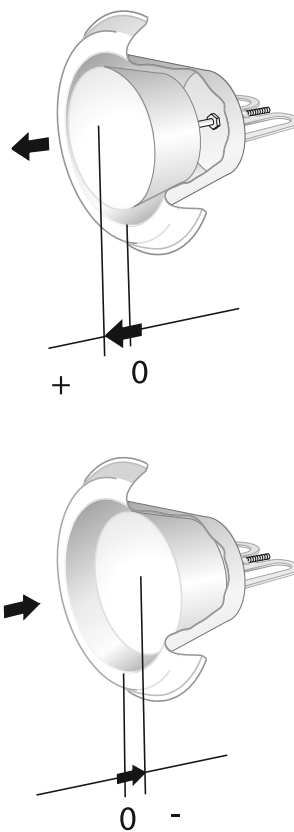

Рис. 2. Наладка
Наладка диффузора производится с помощью замеров давления либо расхода воздуха. См.рис.2,3.
- Уровень шума dB(A) для помещения с эквивалентной площадью шумопоглощения 10 м².
- Поправочный коэффициент $K_{ок}$ относится к нулевой точке положения конусов (см.рис.2).
- Шумоглушение ΔL относится к нулевой точке (см. рис.2) для размеров 100-160; и к точке +10мм для размера 200.